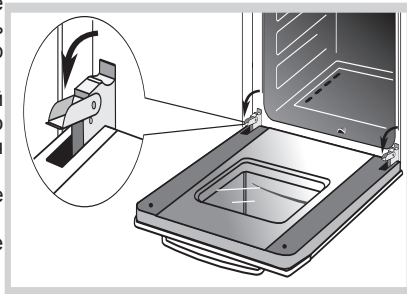

Рис.23
- поднимите и поверните до упора рычаги, расположенные на двух шарнирах (рис. 23),